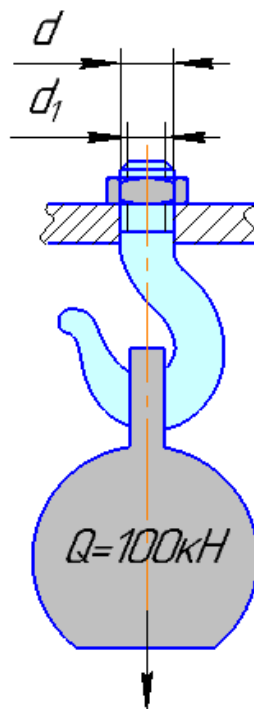

Рисунок 4 – Иллюстрация к кейс-задаче 4
4. Определить оптимальный диаметр резьбовой части хвостовика грузового крюка для силы  $Q=100$  кН. Гайку заворачивают, но не затягивают (рисунок 4). Материал крюка подобрать самостоятельно (используя предоставленную справочную литературу) из сталей, прочностные характеристики которых выше стали 30. Предельно-допустимое напряжение при растяжении стали 30  $[\sigma_p] = 125$  МПа.